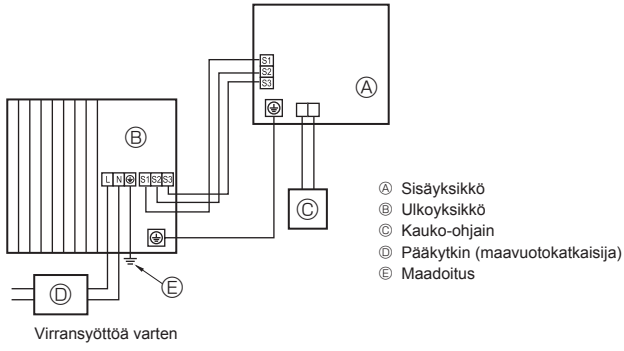
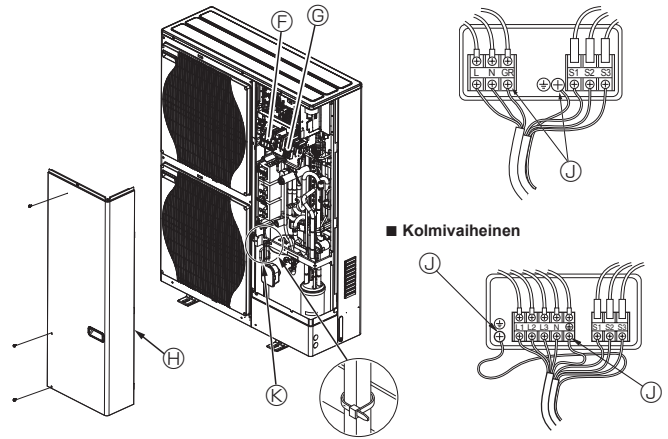

Fig. 5-1
Fig. 5-2
5.1. Ulkoyksikkö (Fig. 5-1, Fig. 5-2)
- ① Irrota huolt-paneeli.
- ② Johdota kaapelit Fig. 5-1 ja Fig. 5-2 mukaisesti.